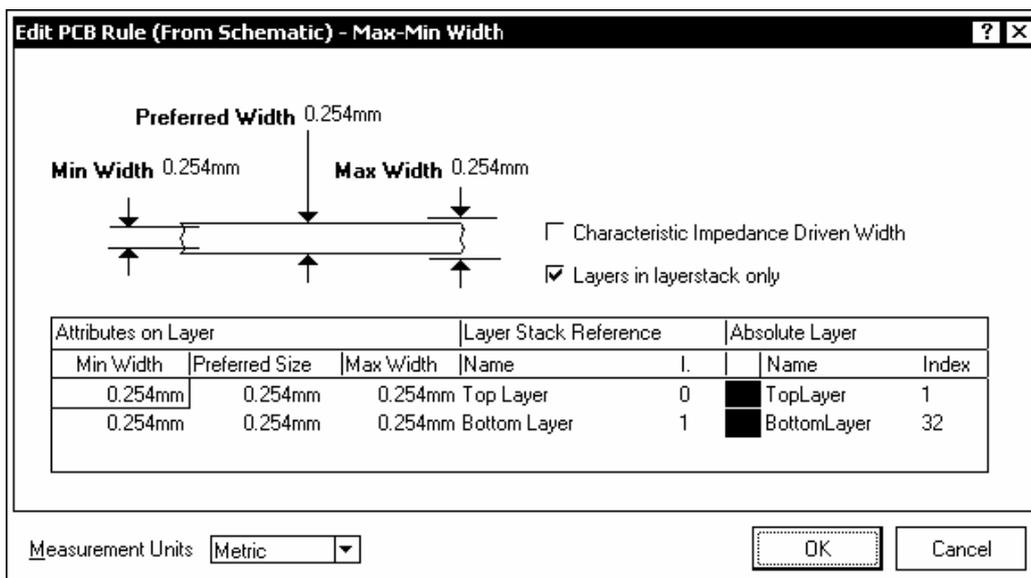

Рис. 5.16
5. Двойным щелчком в строке с именем выбранного правила открывается диалог редактирования его свойств. Например, при указании строки Width Constraint открывается диалоговое окно настройки ширины печатных проводников для цепей текущего класса (рис. 5.16).